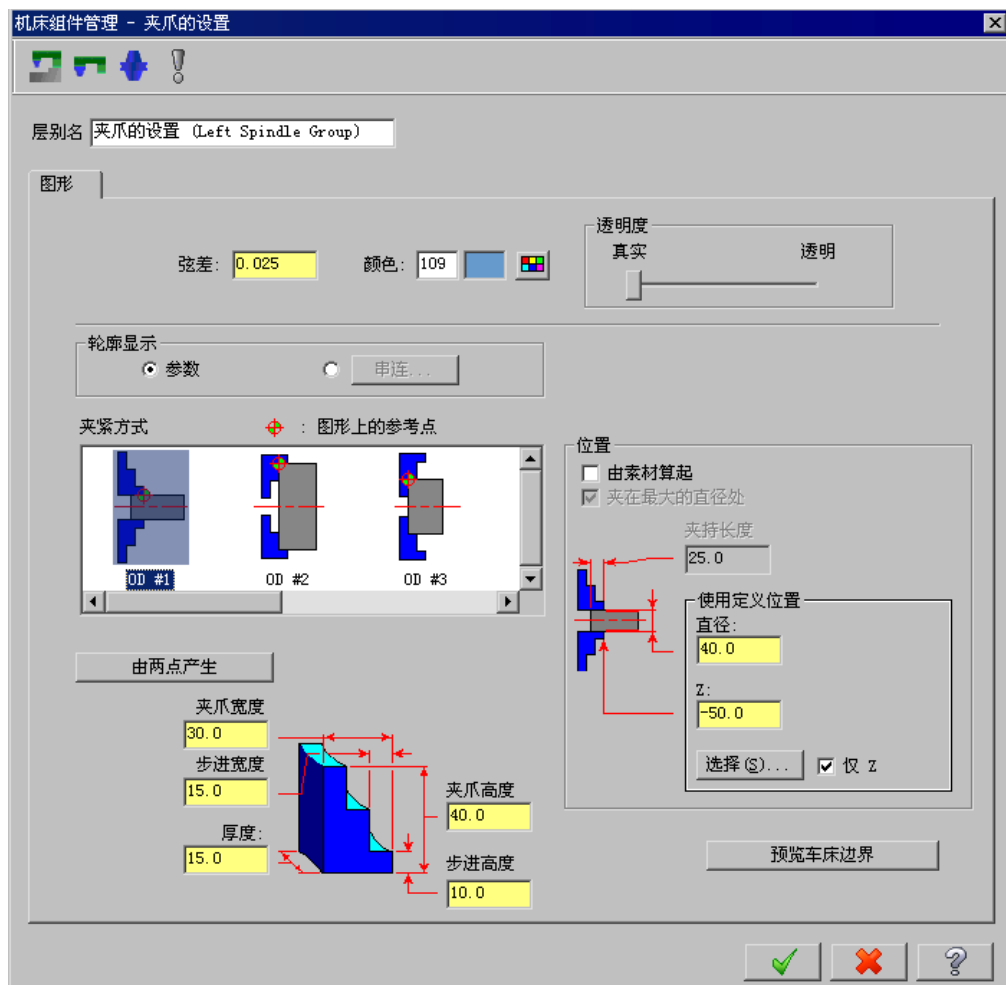

图 13.7.6 “机床组件管理 - 夹爪的设置”对话框
Step5. 设置夹头尺寸。在“机床组件管理-夹头设置”对话框中单击 **由两点产生** 按钮，然后在图形区选取图 13.7.5 所示的两点（两点的位置大致如图所示即可），系统返回到“机床组件管理-夹头设置”对话框，如图 13.7.6 所示。设置参数如图 13.7.6 所示。单击 **预览车床边界** 按钮查看夹爪，如图 13.7.7 所示。按 Enter 键，然后在“机床组件管理-夹头设置”对话框中单击 **✓** 按钮，返回到“机器群组属性”对话框。